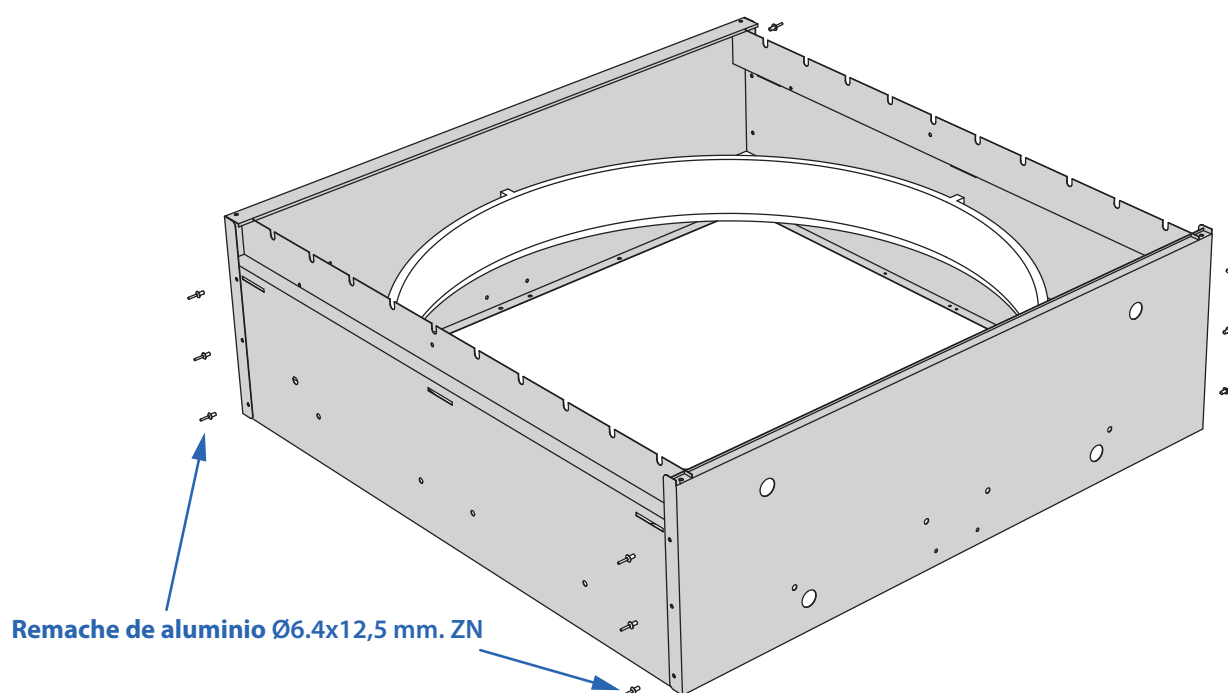

Fig. 20. Unir la estructura con remaches de aluminio $\text{Ø}6.4 \times 12,5$ mm. ZN.
- Unir toda la estructura mediante 12 remaches de aluminio $\text{Ø}6.4 \times 12,5$ mm. ZN [11] (Ver Fig.20).